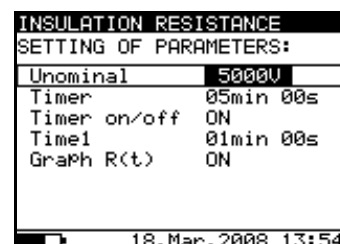

Bild 13. Einstellmenü bei der Isolationswiderstandsmessung
- Drücken Sie die Taste **SELECT**; das Einstellmenü erscheint im Display, siehe **Bild 13**.